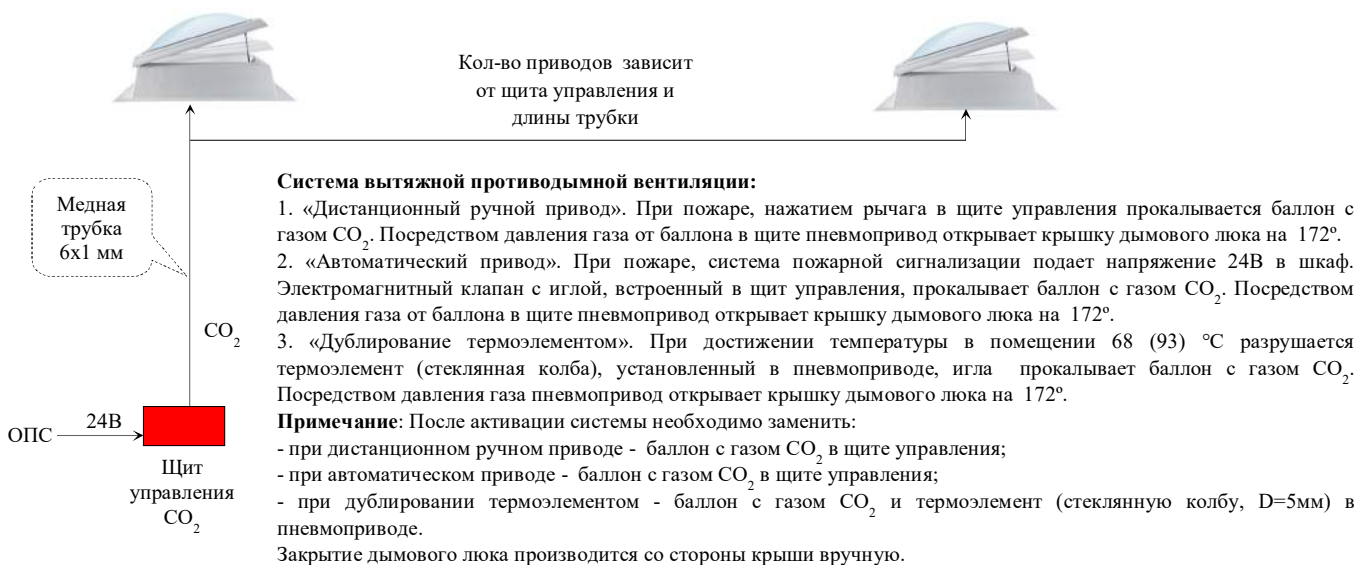

Рис. 2 Схема работы
1.4. Схема работы щита управления CO₂ приведена на рис. 2.